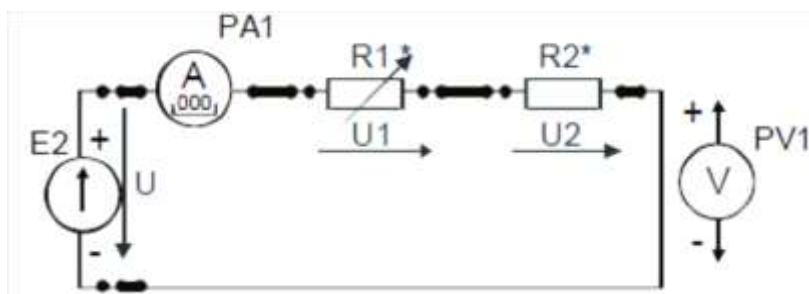

Рисунок 4 - Электрическая цепь постоянного тока с последовательным соединением элементов
2. Собрать линейную электрическую цепь постоянного тока с последовательным соединением элементов (рис. 4), выбрав элементы цепи и величину напряжения питания в соответствии с заданным вариантом (табл. 6). Представить схему для проверки преподавателю.